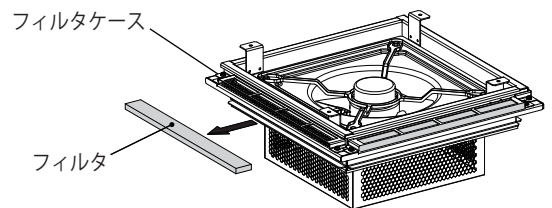

図 5
2. フィルタケースからフィルタを引抜き交換してください。(図 5)